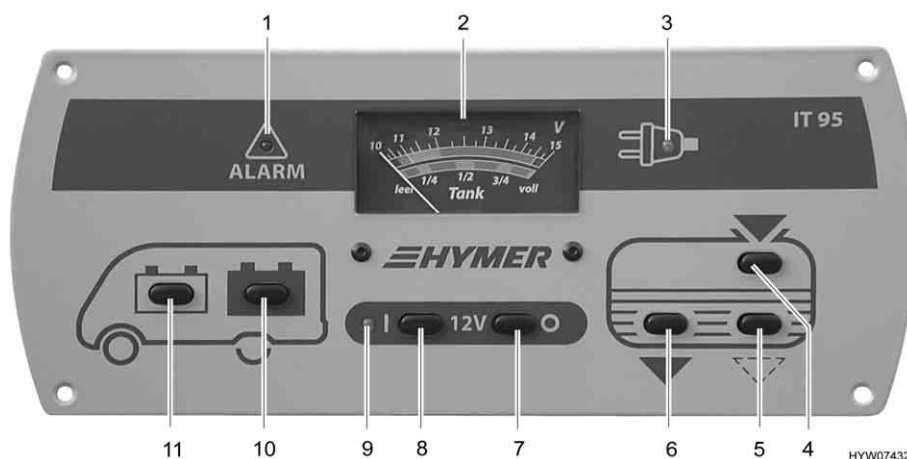

Fig. 125 Pannello di controllo (IT 95)
L'interruttore principale a 12 V (Fig. 125,7 e 8) inserisce o disinserisce il pannello di controllo e l'alimentazione a 12 V dell'abitacolo.
- Premere l'interruttore (Fig. 125,8) "I": L'alimentazione a 12 V dell'abitacolo è inserita. La spia di controllo (Fig. 125,9) diventa verde.
- Premere l'interruttore (Fig. 125,7) "O": L'alimentazione a 12 V dell'abitacolo è disinserita. La spia di controllo (Fig. 125,9) si spegne.
Per l'indicatore volt/serbatoio (Fig. 125,2) leggere la scala superiore. L'indicatore si illumina automaticamente appena viene premuto un interruttore.
- Premere l'interruttore (Fig. 125,11) "🚚": Viene indicata la tensione della batteria di avviamento.
- Premere l'interruttore (Fig. 125,10) "🚗": Viene indicata la tensione della batteria dell'abitacolo.
Per l'indicatore volt/serbatoio (Fig. 125,2) leggere la scala inferiore. L'indicatore si illumina automaticamente appena viene premuto un interruttore.
- Premere l'interruttore (Fig. 125,4) : Viene indicato il livello del serbatoio dell'acqua.
- Premere l'interruttore (Fig. 125,6) : Viene indicato il livello del serbatoio delle acque grigie.
La spia luminosa rossa "ALARM" (Fig. 125,1) inizia a lampeggiare non appena la tensione della batteria dell'abitacolo scende al di sotto di 11 V (misurazione durante il normale esercizio) con conseguente rischio che la batteria si scarichi troppo.
La spia di controllo a 12 V (Fig. 125,9) si accende non appena l'interruttore principale a 12 V (Fig. 125,8) viene inserito.
La spia gialla di controllo a 230 V (Fig. 125,3) si accende quando all'ingresso della centralina elettrica è presente una tensione di rete.